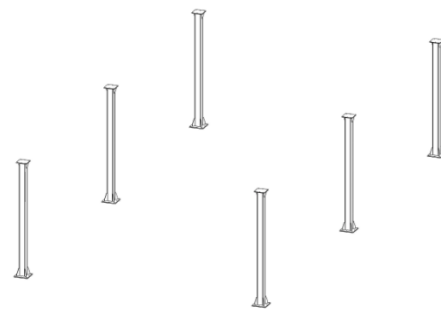

图 2A
2.2 将第一根立柱摆放到位，并确定立柱上法兰面方向（图 2A），同时需注意带开关孔立柱的位置。